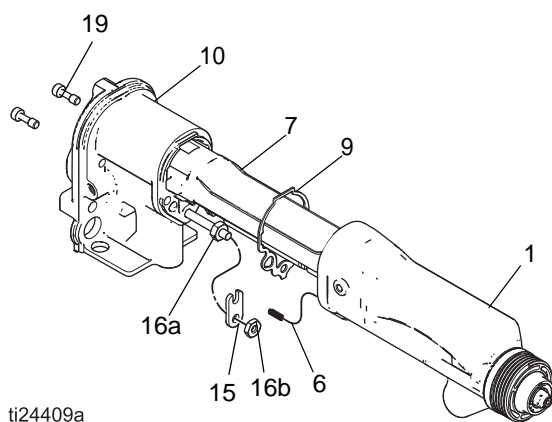

Fig. 36 . Installation du canon
Consultez la FIGURE 36
3. Desserrez les deux vis (19). Consultez la FIGURE 36.
4. Maintenez le corps du pistolet (10) d'une main et extrayez le canon (1) du corps en le tenant dans l'axe. Consultez la FIGURE 36.